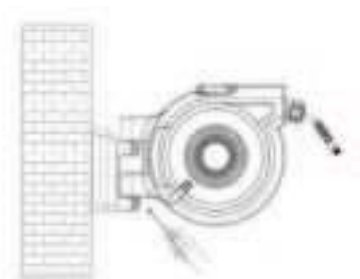

Fig 4
5. Conecte el carrete al soporte de montaje.(Fig.3)(Fig.4)